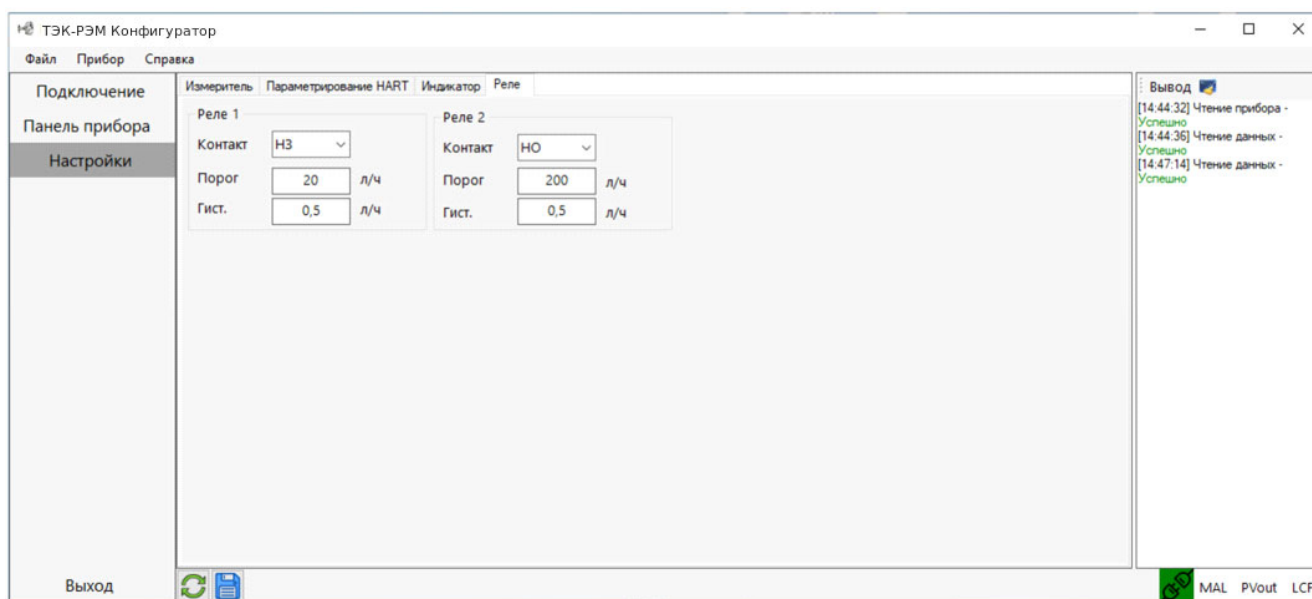

Рисунок 8 – Настройка реле
- корректировка параметров, определяющих условия срабатывания реле (рисунок 8).